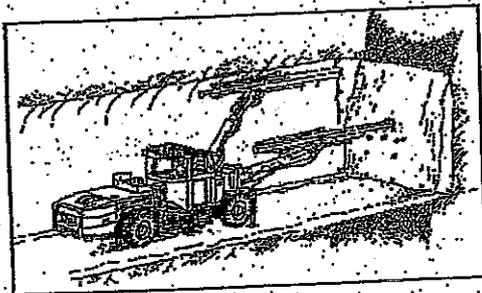
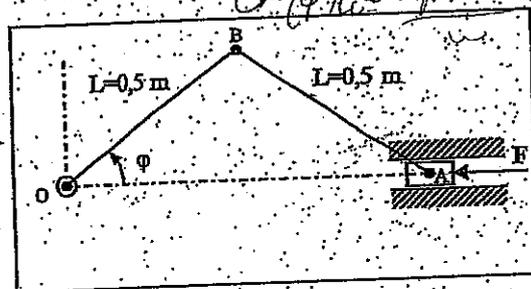

Figura 1. Máquina tuneladora.
Figura 2. Modelización del mecanismo.
La máquina tuneladora de la figura 1 necesita acoplar un volante de inercia para su funcionamiento óptimo. En la figura 2 se representa la modelización del mecanismo de dicha máquina, que es accionada por un motor rotativo de par constante acoplado a la manivela (OB). El proceso de excavación genera una fuerza resistente (F) sobre el acoplador (A) que se puede aproximar al diagrama de la figura 3. Se necesita que el proceso de excavar discorra en régimen estacionario:  $300/\pi$  ciclos de carga por minuto girando a velocidad constante con un grado de irregularidad máximo de 0,05.
Diseñar completamente el volante de inercia (calcular su inercia, masa y radio) en forma de disco macizo que debe acoplarse al mecanismo de la figura 2, teniendo en cuenta que por razones resistentes del material, la velocidad en la periferia del disco no debe superar los 10 m/s.